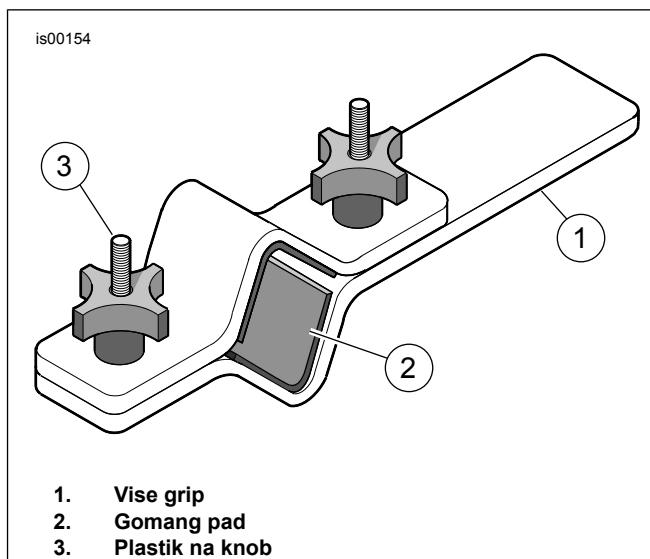

Figure 3. Fork Tube Holder (HD-41177)
1. Tingnan ang Figure 3 . Ikabit ang fork sa Fork Tube Holder (HD-41177) tulad ng sumusunod:
- a. I-clamp ang dulo ng kasangkapan (1) sa gato sa pahalang na posisyon.